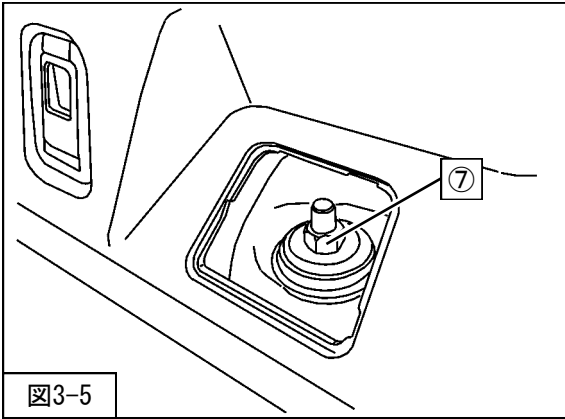

図3-5
7. ⑦リアショックアブソーバASSYアッパー取付ナットを取外してください。(図3-5)